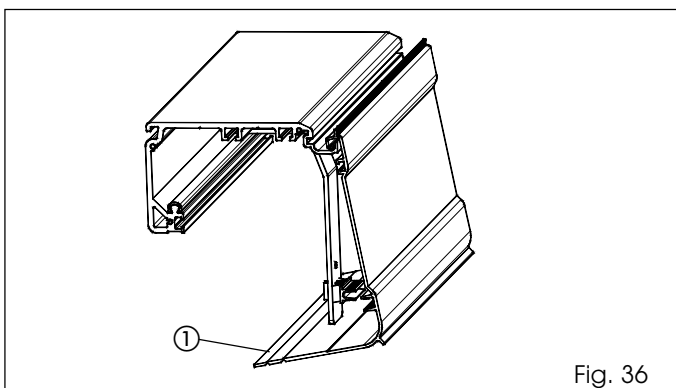

Fig. 36
- Il bloccaggio del carter avviene in corrispondenza delle staffe tramite gli appositi agganci (fig. 36).
- Rompere il profilo carter inferiore in eccedenza utilizzando un paio di pinze (fig. 36 rif. ①).